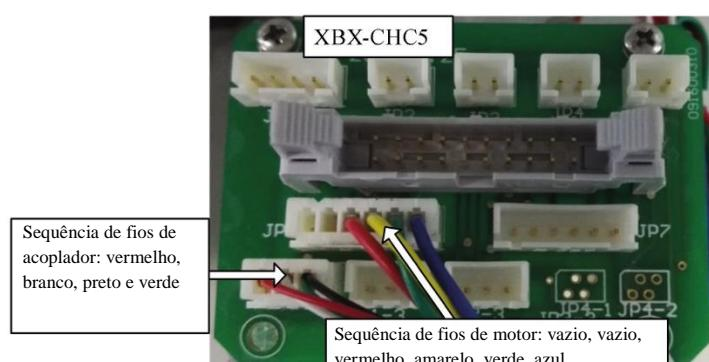

Figura 5-13 Adaptador de braço de limpeza
- 6 Conecte o cabo do motor no adaptador, o local da interface é mostrado na Figura 5-13 Adaptador de braço de limpeza.